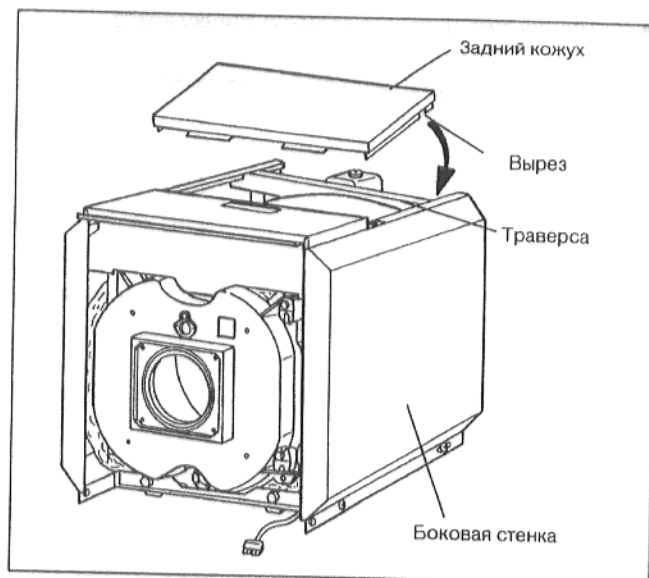

рис. 32
- Установить задний кожух между боковыми стенками таким образом, чтобы вырез попадал поверх траверсы (рис. 32).